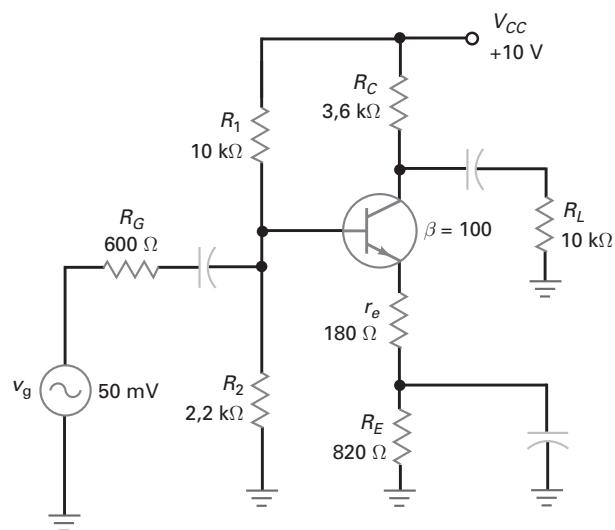

Figura 8-36
- 8-29** **MultiSim** Se a tensão do gerador na Figura 8-36 for reduzida à metade, qual será o valor da tensão de saída? Despreze r'_e .
8-30 **MultiSim** Se a resistência do gerador na Figura 8-36 for de 50 Ω , qual será a tensão na saída?
8-31 **MultiSim** A resistência da carga na Figura 8-36 é reduzida para 3,6 $k\Omega$. Qual é o ganho de tensão?
8-32 **MultiSim** A tensão da fonte triplica na Figura 8-36. Qual é o ganho de tensão?
- 8-33** Na Figura 8-36, o capacitor de desvio do emissor está aberto no primeiro estágio. O que acontece com as tensões CC do primeiro estágio? E com a tensão CA de entrada do segundo estágio? E com a tensão de saída final?
8-34 Não há tensão CA na carga na Figura 8-36. A tensão CA na entrada do segundo estágio é de aproximadamente 20 mV. Cite alguns defeitos possíveis.